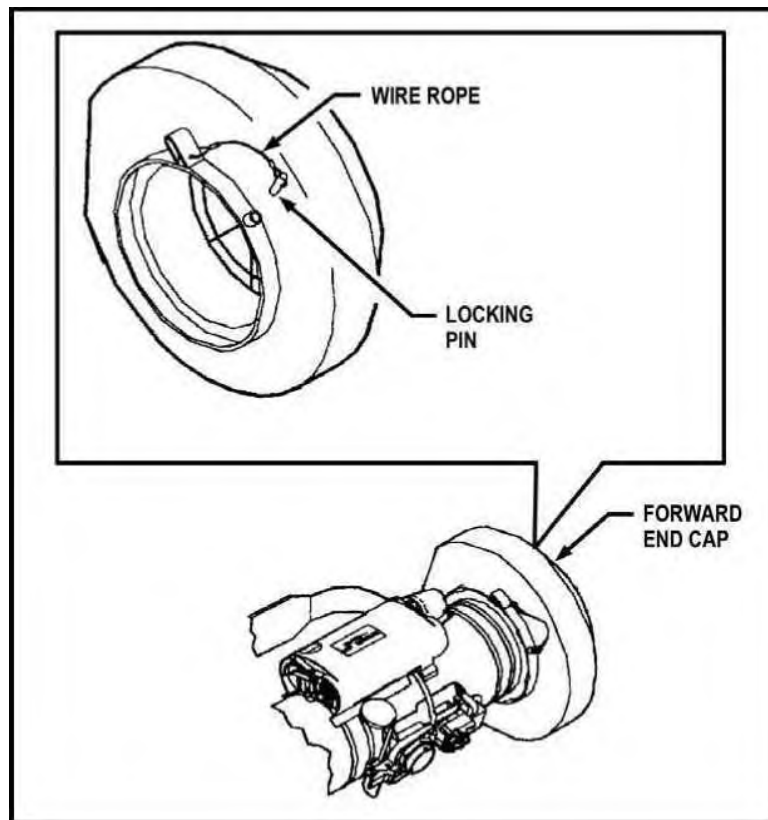

Рисунок 6.42 – Зняття кришки
10) зняти передню заглушку (рисунок 6.42);